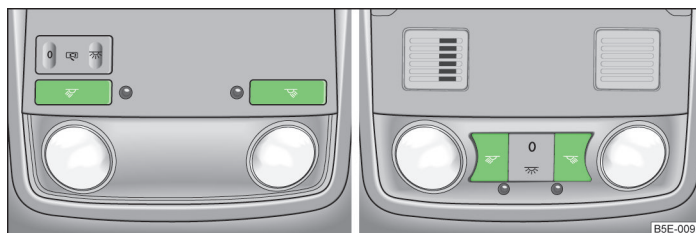

Fig. 36 Conmutador para lámparas de lectura; 2 variantes
- $\text{P} \llcorner$ Conectar o desconectar la calefacción independiente » fig. 36